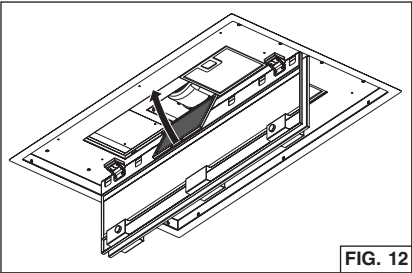

FIG. 12
2. Para instalar los filtros antigrasa, alinee las aletas posteriores del filtro con las ranuras de la campana. Empuje hacia adentro la lengüeta del cierre, presione el filtro en su posición y suelte. Asegúrese de que el filtro esté firmemente enganchado después de su instalación. Fig. 12.